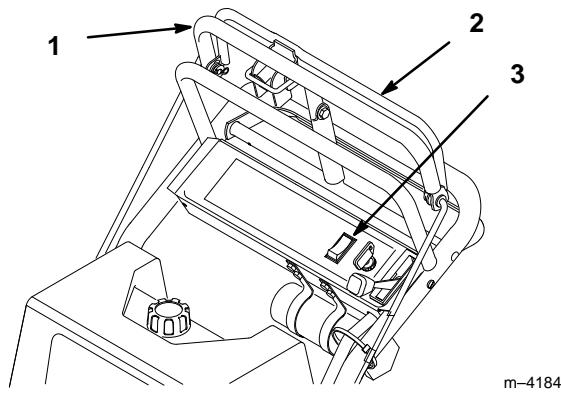

Figure 13
1. Tirer sur la barre de commande supérieure pour arrêter la machine (Fig. 13).
1. Relâcher la barre de commande des lames pour débrayer les lames (prise de force) (Fig. 13).
2. Ou enfoncez le commutateur d'embrayage des lames (prise de force) en position "ARRET" (Fig. 13).